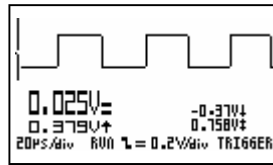

Fig 54
- 'run' = auto triggering (fig 54)
- 'run' = auto-triggering (fig 54)
- 'run' = synchronisation automatique (fig 54)
- 'run' = Auto-Auslösung (fig 54)